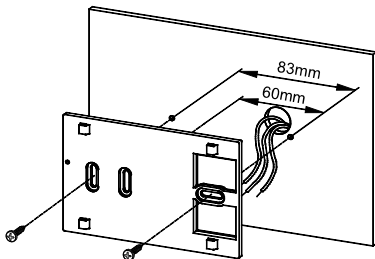
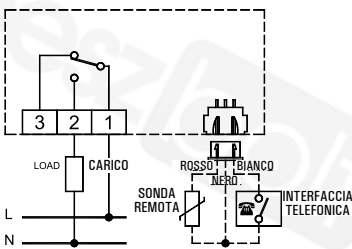

Fig. 2
Fig. 3
- 2 Fissare la piastra direttamente sulla parete o su scatole di derivazione da 2 o 3 moduli tramite le due sedi per viti con interasse 60 mm oppure 85mm facendo attenzione a fare passare i cavi nella feritoia come indicato in Fig. 2.
- 3 Eseguire i collegamenti elettrici facendo passare i fili tramite l'apertura rettangolare della piastra a muro (Fig. 2), seguendo lo schema di collegamento di Fig. 3.